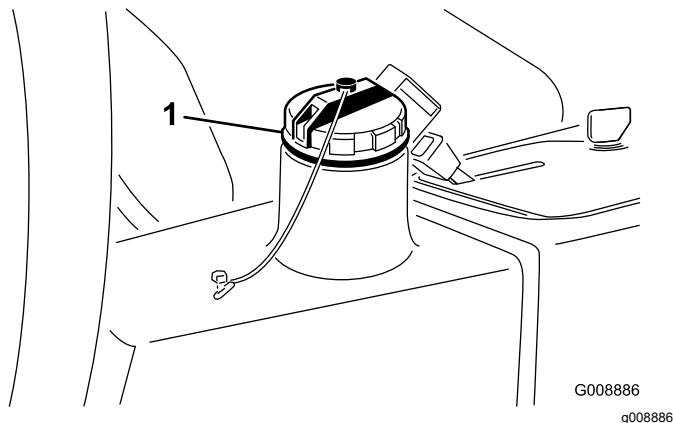

Рисунок 74
2. Очистите зону вокруг заливной горловины и крышки гидравлического бака (Рисунок 74) и снимите крышку.